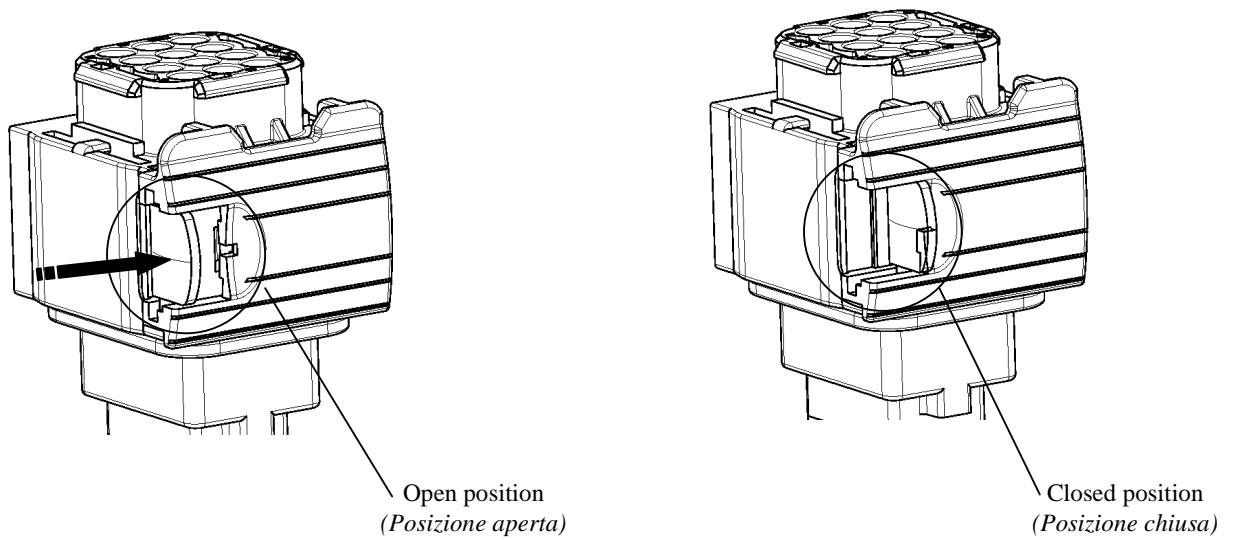

Fig. 5
- 3) close the connector position assurance (CPA) pushing it, along arrow direction, until end stroke so to reach the closed position (fig. 5).
- 3) agire sul dispositivo C.P.A. spingendolo nella direzione della freccia per tutta la sua corsa sino a portarlo in posizione chiusa (fig. 5).